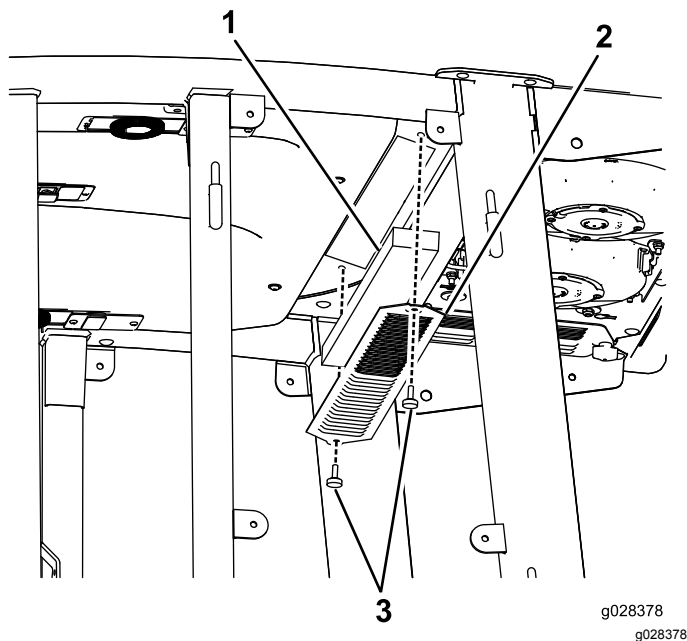
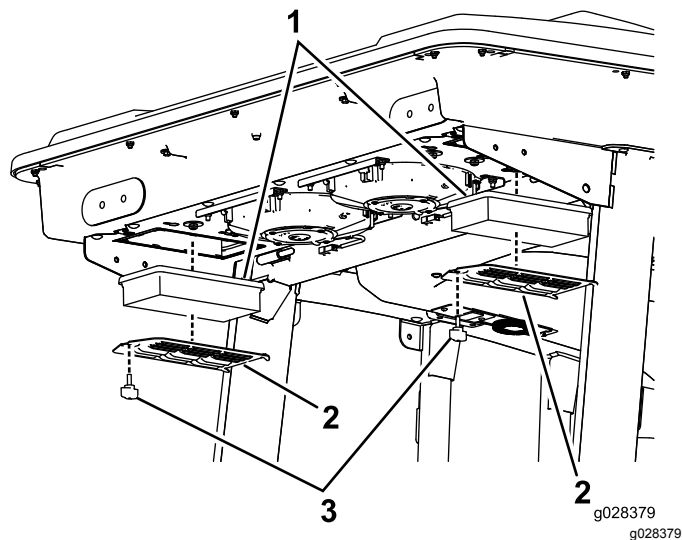
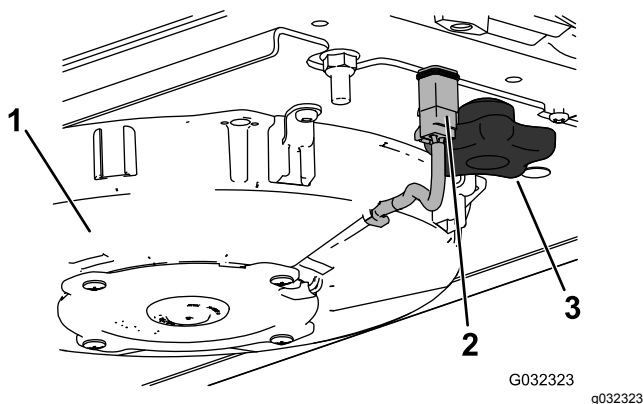
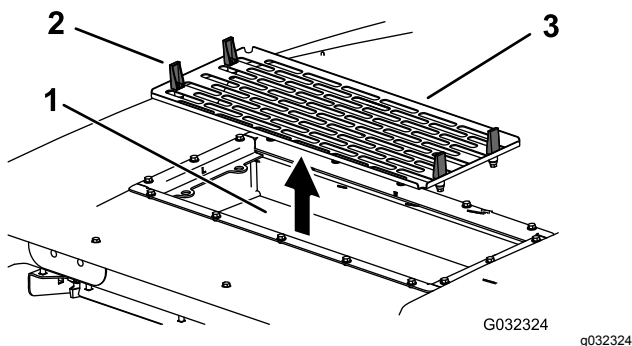

Figure 117
Figure 118
Figure 119
Figure 120
1. Retirez les vis et les grilles des filtres à air intérieur et arrière de la cabine (Figure 117 et Figure 118).
5. Déposez les filtres à air (voir Figure 118).
7. Reposez les filtres à air, la grille et le ventilateur (Figure 118, Figure 119 et Figure 120).
8. Rebranchez le câble de chaque ventilateur (Figure 119).